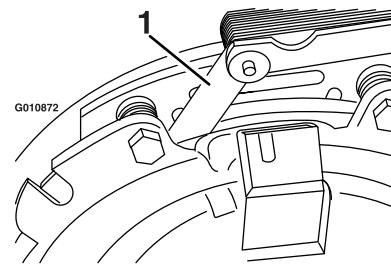

Bild 76
- Prüfen Sie mit einer Fühlerlehre (0,25 mm) den Abstand zwischen dem Drehzylinder und der Vorderseite der Lehre an beiden Seiten des Bremsschafts, wie in Bild 76 und Bild 77 abgebildet.